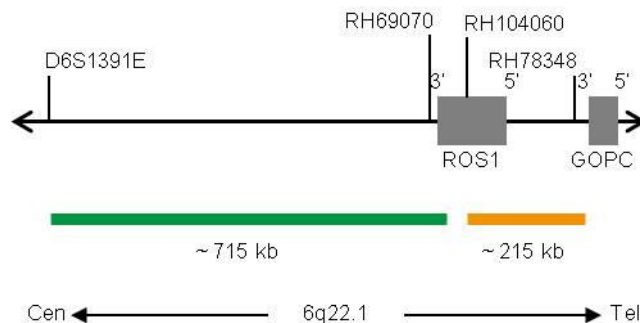

Fig. 1: SPEC ROS1 Mapa da sonda (sem escala)
- Polinucleótidos (~10 ng/μl) com marcação ZyGreen (excitação 503 nm/emissão 528 nm), dirigidos ao mapeamento de sequências alvo em 6q22.1* (chr6:116,912,298-117,627,255) proximal à região de quebra do ROS1 (ver Fig. 1).
- Polinucleótidos (~4.5 ng/μl) com marcação ZyOrange (excitação 547 nm/emissão 572 nm), dirigidos ao mapeamento de sequências alvo em 6q22.1* (chr6:117,659,135-117,871,701) distal à região de quebra do ROS1 (ver Fig. 1).